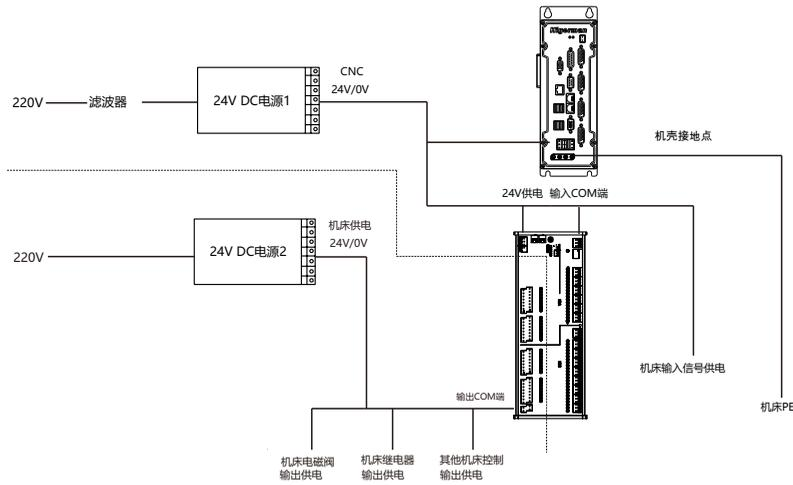

图3-3 主机电源分布图
- 3、电气柜内其它24V设备（如电磁阀、工作照明灯、RL8051模块等输出部分的电源）另外安装一台24V电源供电（如图3-3）。